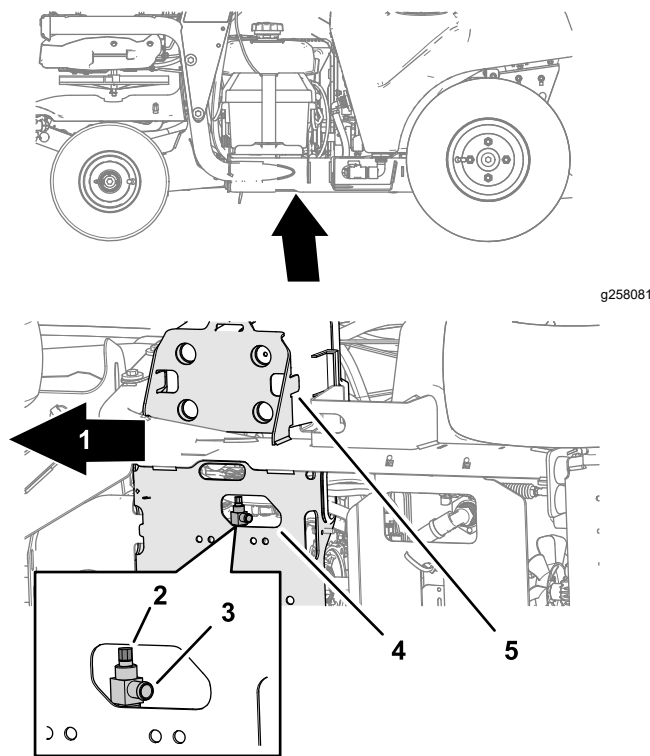

Figure 66
3. Placez un bac de vidange de 1,5 L (1,6 pte américaine) de capacité ou plus sous le robinet de vidange au bas de la plaque de protection et vers l'intérieur par rapport au support de batterie (Figure 66).
4. Ouvrez le robinet de vidange en tournant la tige à tête hexagonale du robinet dans le sens antihoraire à l'aide d'une clé (Figure 66).
5. Fermez le robinet de vidange en le tournant dans le sens horaire jusqu'à ce qu'il soit parfaitement en ajusté (Figure 66).